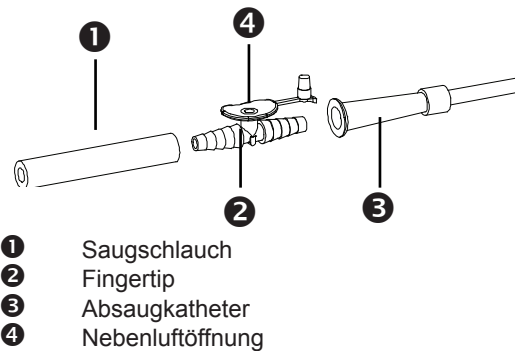

Bild 6.
- Steuern Sie den Absaugvorgang mit der Nebenluftöffnung (4, Bild 6) am Fingertip.